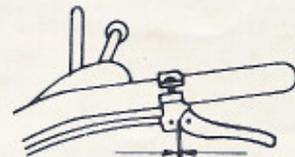

Fig. 18 0,5 ~ 1 mm
- Câbles de déclabotage directionnel (fig. 18)